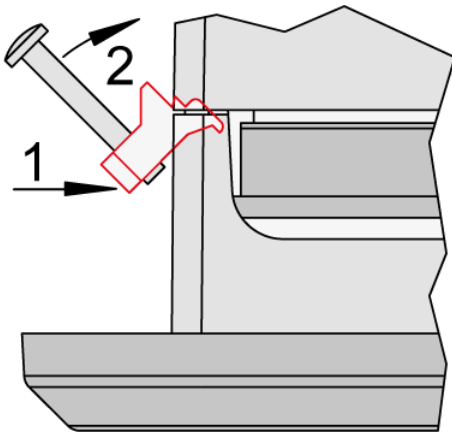

Abb. 32: Klemmeinsätze einsetzen
5. ➔ Setzen Sie die Klemmeinsätze in einem Winkel von 45° wieder ein. (Abb. 32/1) Setzen Sie die Einsatznase in den Schlitz am Gehäuse ein. (Abb. 32/2) Heben Sie den Klemmeinsatz so weit an, dass sich dieser parallel zur Schalttafel befindet.